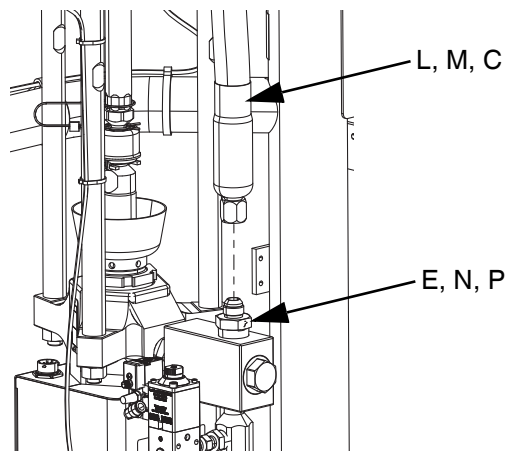

FIG. 18
4. In caso di utilizzo di un sistema di alimentazione a pistone iQ singolo, collegare il tubo flessibile di alimentazione 1 (C) al raccordo del sistema di alimentazione a pistone verso il tubo di alimentazione 1 (E) come illustrato in FIG. 1 e FIG. 18.
- a. Collegare il tubo tandem 1 (L) al raccordo dell'unità di alimentazione a pistone 1 verso il tubo flessibile tandem 1 (N) come illustrato in FIG. 2 e FIG. 18.
- b. Collegare il tubo tandem 2 (M) al raccordo dell'unità di alimentazione a pistone 2 verso il tubo flessibile tandem 2 (P) come illustrato in FIG. 2 e FIG. 18.